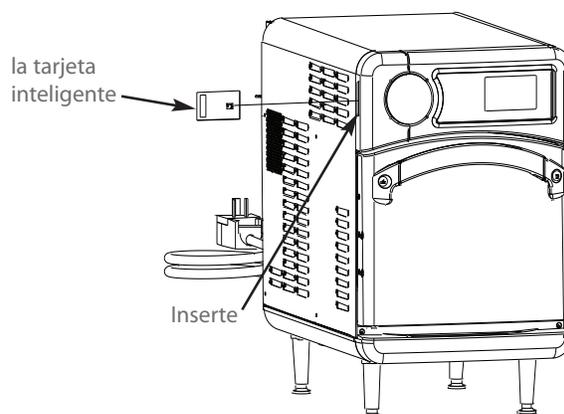

Figura 17: Insertando la tarjeta inteligente
3. Introduzca la tarjeta inteligente (Figura 17).
3. Inserte la tarjeta inteligente (Figura 17).
1. Inserte la tarjeta inteligente “1 de 3” (figura 17).